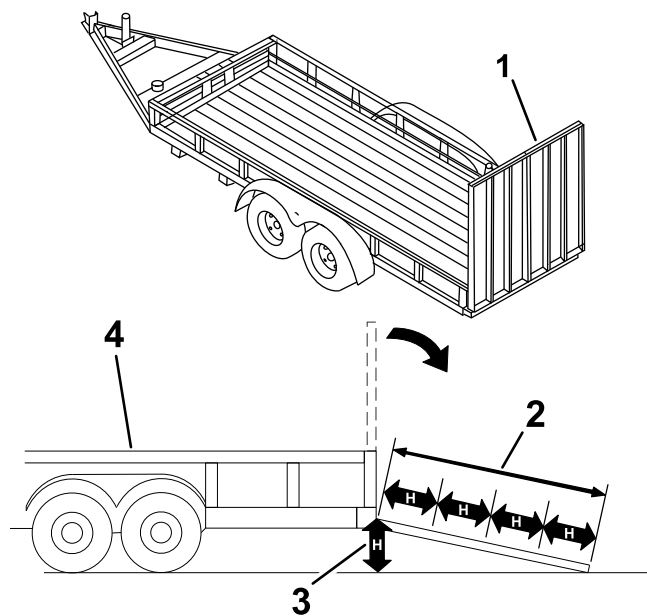

Рисунок 19
При погрузке машины на прицеп или грузовик возникает повышенная вероятность опрокидывания, что может привести к получению тяжелой травмы или гибели (Рисунок 19).
3. Опустите наклонный въезд (Рисунок 19).